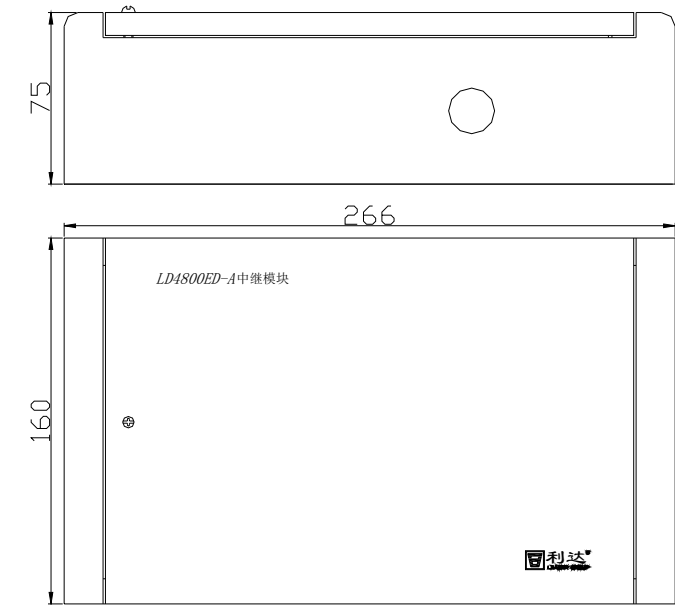

图 3-1 外型尺寸图
- 1) 外形尺寸见图 3-1 所示：266 mm×160mm×75mm。